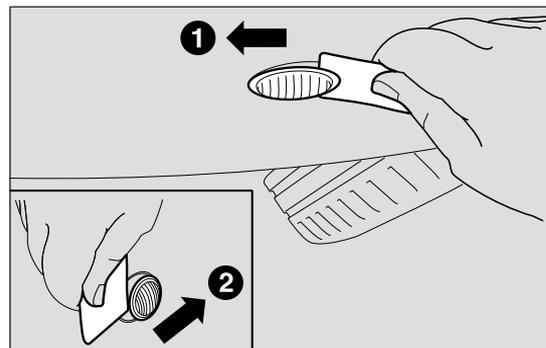

fig. 132
- faire levier sur le transparent en partant de l'avant vers l'arrière (1 - fig. 132) ;
- faire levier dans la direction opposée en partant de l'arrière (2-fig. 132) et extraire le groupe ;